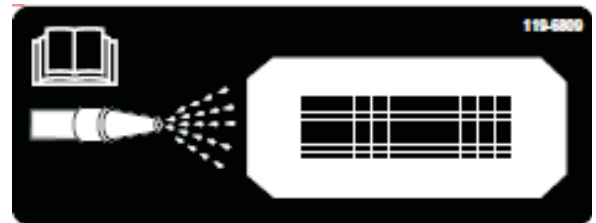
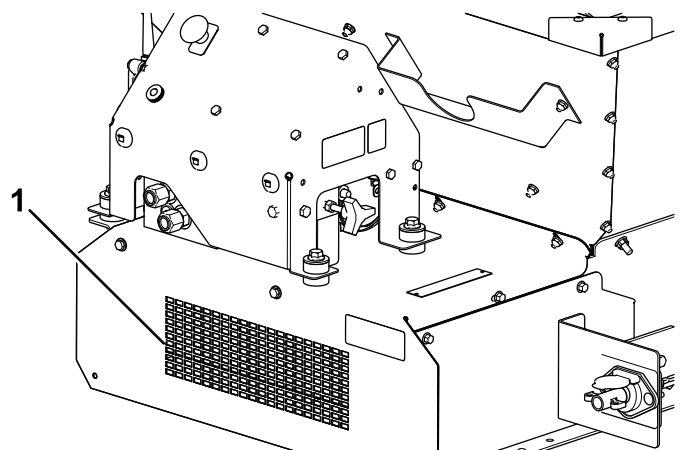

Рисунок 57
Рисунок 58
10. Найдите наклейку, обозначающую отверстие для очистки в передней части машины (Рисунок 57), и с помощью садового шланга заливайте воду через переднюю защитную сетку до тех пор, пока нижний щиток не будет полностью очищен от разбрасываемого материала (Рисунок 58).